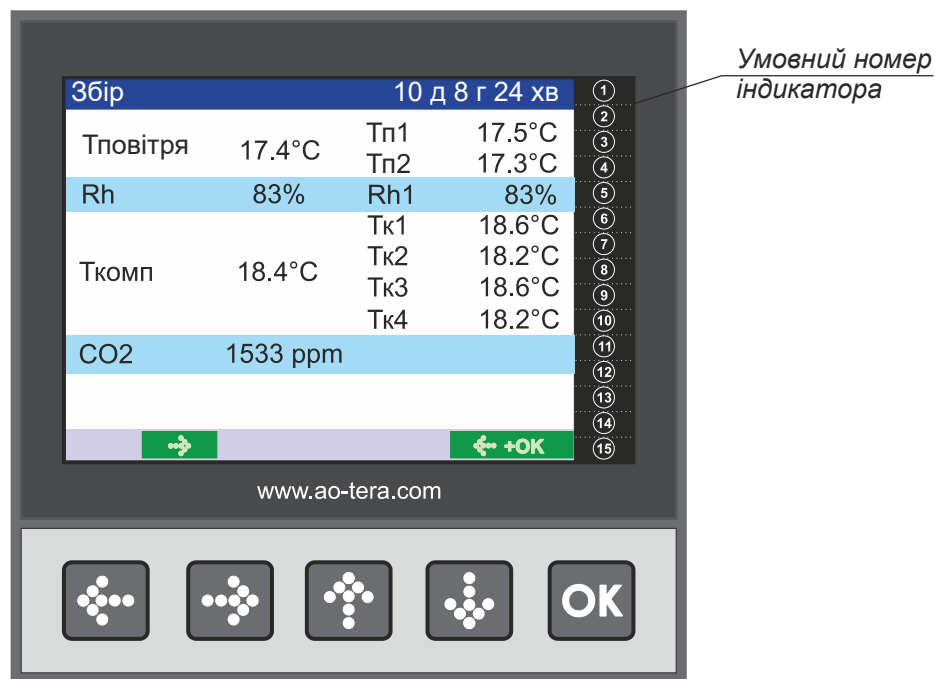

Рис. 3.2 – Передня панель приладу
3.2.3 На лицевій стороні панелі оператора (рис. 3.2) розташований графічний TFT-індикатор, що служить для відображення символно-цифрової та графічної інформації, а також п'ять кнопок керування.